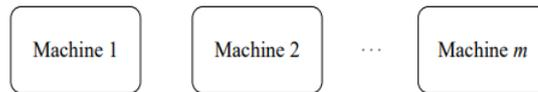

Figura 1.5 Esquema Open Shop (Framinan et al., 2014).
- Taller abierto (Open Shop), cuyo esquema se muestra en la Figura 1.5